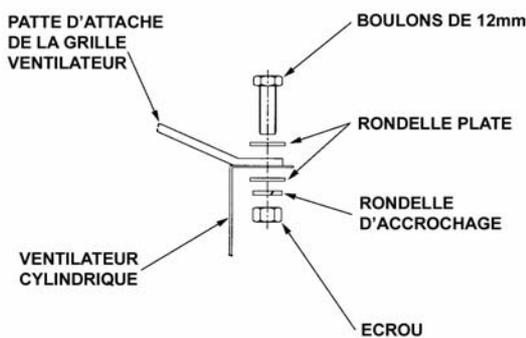

Figure 15 - Fixation de la grille de protection ventilateur sur le cylindre
2. A chaque trou, fixer la grille sur le cylindre comme indiqué Figure 15.
4. Sur chaque trou, fixer la grille de protection au refoulement cylindrique comme en Figure 15. Aux quatre points où le support touche le cylindre, fixer le support sur le cylindre avec la grille du ventilateur.